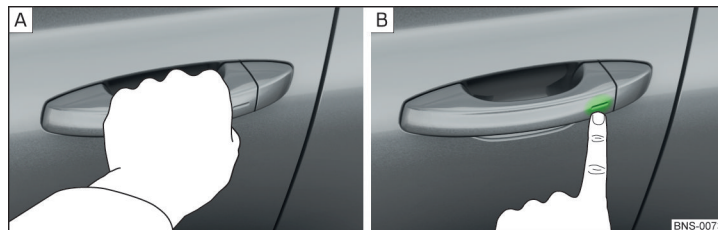

Fig. 49 Desbloquear vehículo / bloquear vehículo
- ▶ Agarrar la manivela para **desbloquear** el vehículo » fig. 49 - **A**.
- ▶ Tocar el sensor en la manivela con el dedo para **bloquear** el vehículo » fig. 49 - **B**.
- » fig. 49 de la pág. 61 - B. La desactivación es confirmada por un sólo parpadeo de las luces intermitentes.